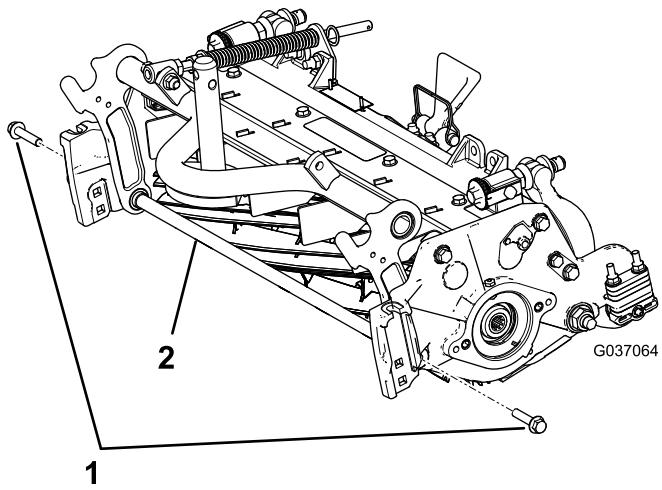

Figura 4
- A. Retire los 2 pernos con arandela prensada que sujetan la varilla de soporte y retire la varilla (Figura 4).